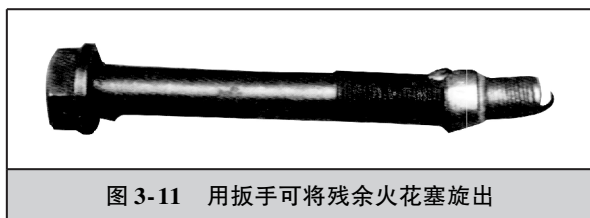

图 3-11 用扳手可将残余火花塞旋出
1) 电焊取出法。找一根长 10cm 左右、直径比残余火花塞略小的六角螺栓，用电焊将螺纹端与残余火花塞焊接可靠，如图 3-11 所示，然后用扳手可将残余火花塞旋出。